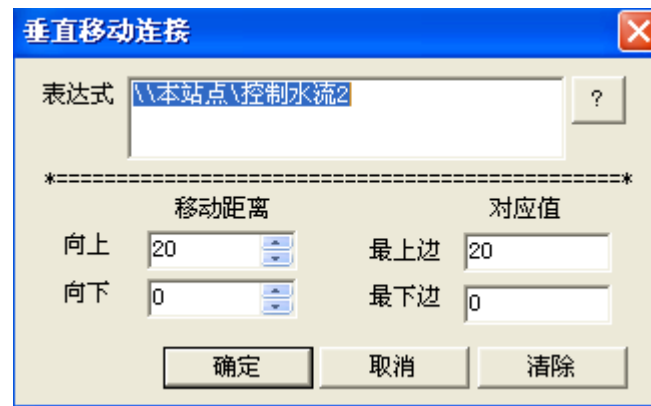

图3-6 垂直移动设置对话框
(4) 选择所有小方块，单击鼠标右键，在弹出的下拉菜单中执行“组合拆分\合成组合图素”命令将其组合成一个图素，双击此图素弹出动画连接对话框，在对话框中单击“垂直移动”选项，弹出垂直移动设置对话框，如图3-6所示。